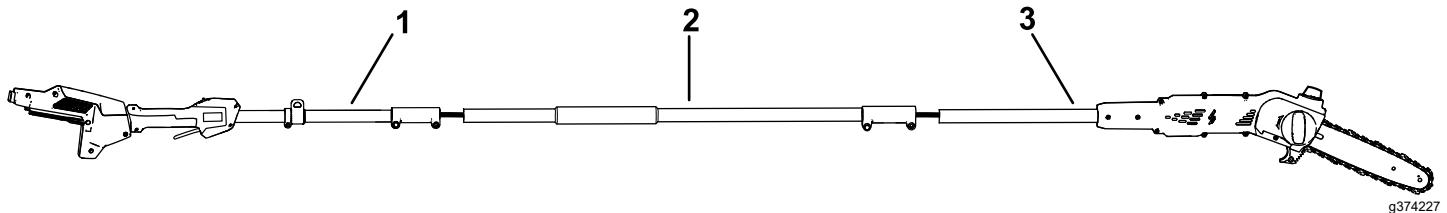

Bild 4
1. Klappen Sie die Teile des Holms aus (Bild 4).